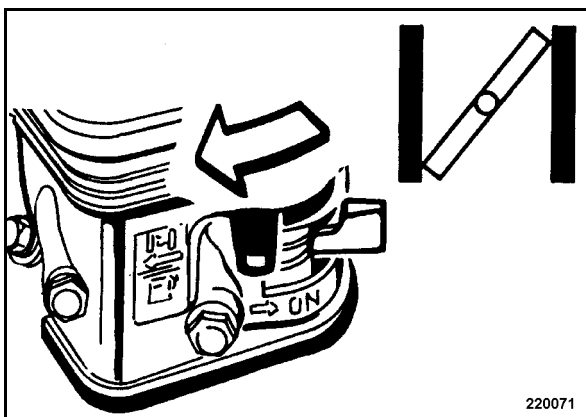

рис. 18
- Полностью закрыть воздушную заслонку, передвинув рычаг (рис. 18) до упора в направлении стрелки.